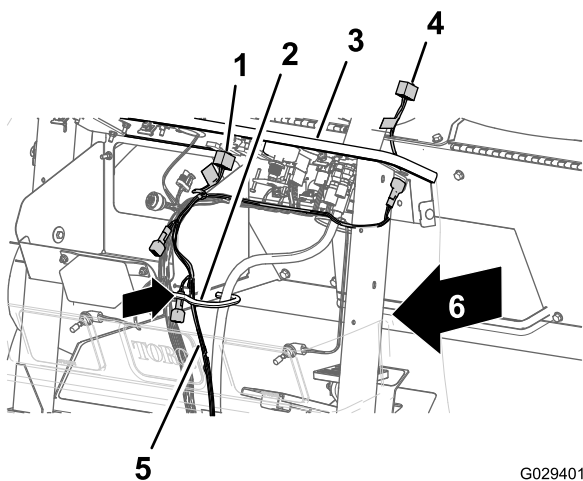

图14
3. 安装线束的240cm 仪表板支管，穿过前舱壁开口处的橡胶套，并穿过电缆及软管钩的内侧（图14）。